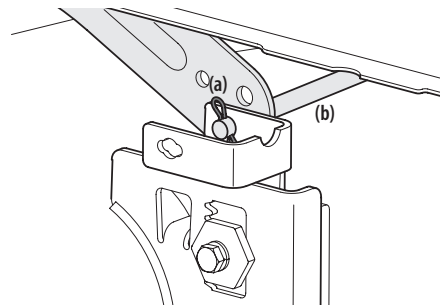

Figure 31
5. Tenez-vous du côté gauche du tracteur en regardant le plateau de coupe et repérez la goupille fendue (a) qui fixe la tige de support du plateau (b) à l'arrière gauche du plateau de coupe. Voir Figure 31. Retirez la goupille fendue (a) et enlevez ensuite soigneusement le support de plateau (b) du bras de relevage.